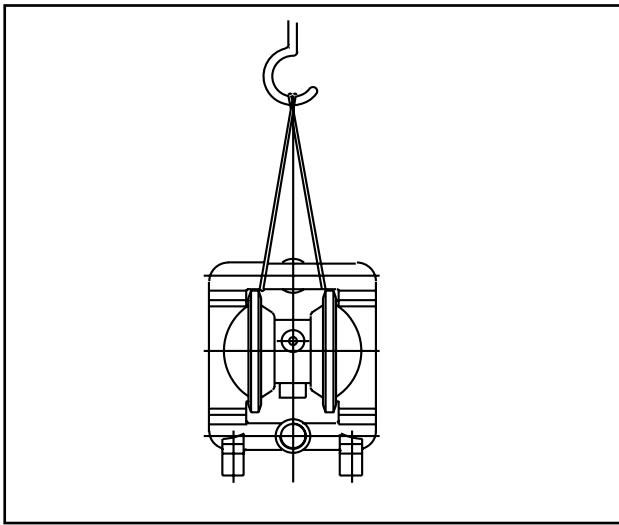

Fig. 1: Transporte de la bomba
**¡Peligro!** Para evitar que se salga la correa de amarre, el cable en el gancho tiene que tenderse cruzado (Fig. 1).